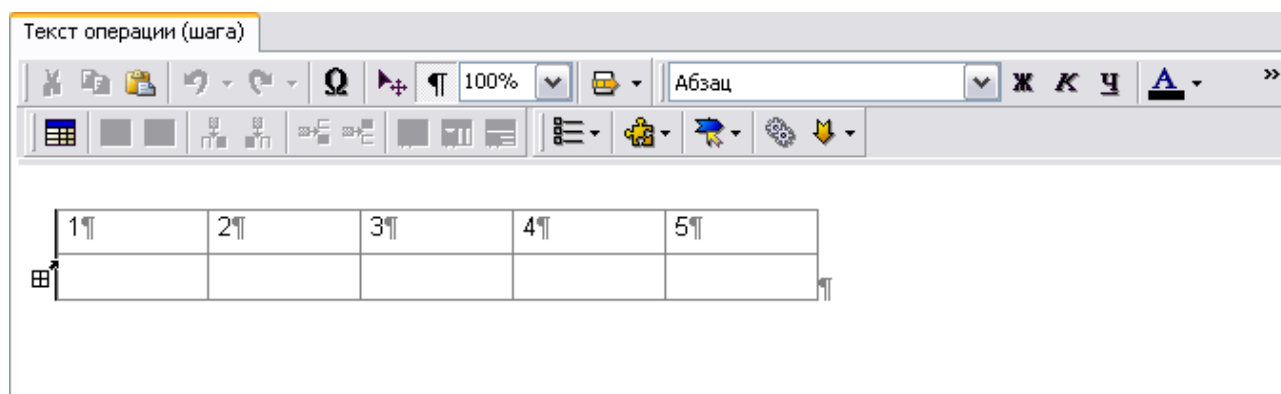

Рис. 7.47
1. Установите курсор вдоль левой границы неформальной таблицы (Рис. 7.47).